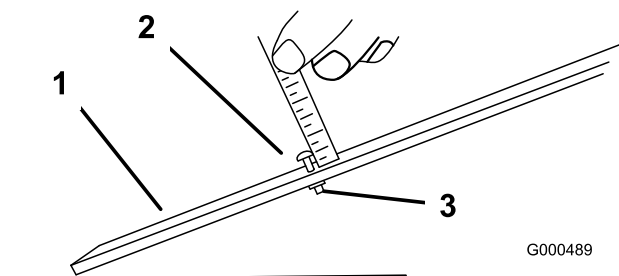

Figure 50
3. Desserrez l'écrou du gabarit (Figure 50) et tournez la vis de réglage de manière à obtenir la hauteur de coupe voulue. L'écartement entre la base de la tête de la vis et la face du gabarit correspond à la hauteur de coupe.